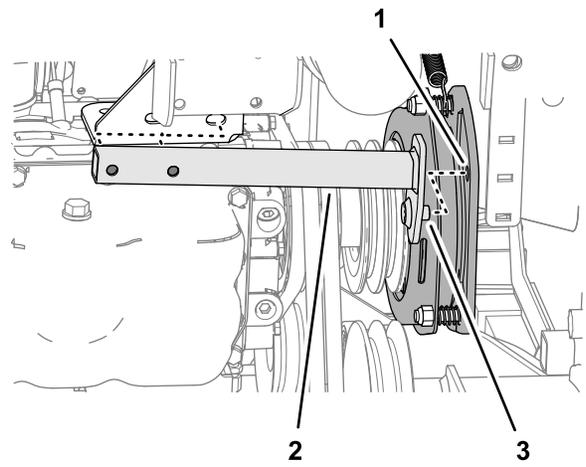

**Bild 91**
6. Entfernen Sie die zwei Schrauben und zwei Muttern, mit denen das Drehsperrrohr an der rechten Motorbefestigung befestigt ist (Bild 91).